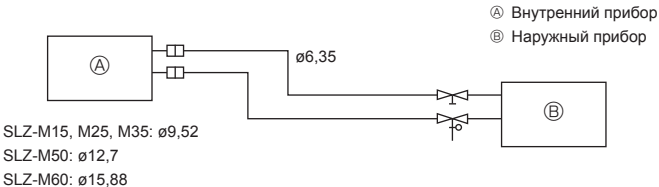

Fig. 5-1
5.2. Трубопровод охладителя (Fig. 5-1)